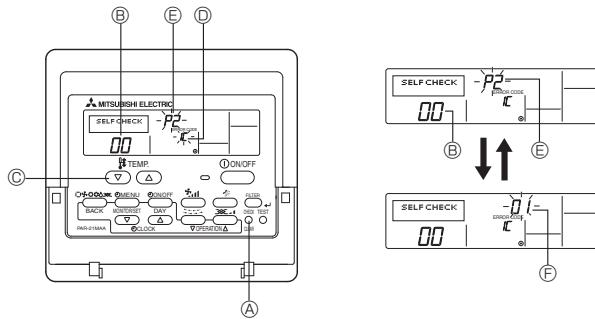

Fig. 9-3
9.3.1. Télécommande filaire (Fig. 9-3)
- ① Mettre sous tension.
- ② Appuyer deux fois sur la touche [CHECK] (vérification).
- ③ Régler l'adresse du réfrigérant à l'aide de la touche [TEMP] lors de l'utilisation de la télécommande du système.
- ④ Appuyer sur la touche [ON/OFF] pour arrêter l'auto-vérification.
- ⑤ Touche de vérification (CHECK)
- ⑥ Adresse du réfrigérant
- ⑦ Touche TEMP.
- ⑧ IC: Appareil intérieur